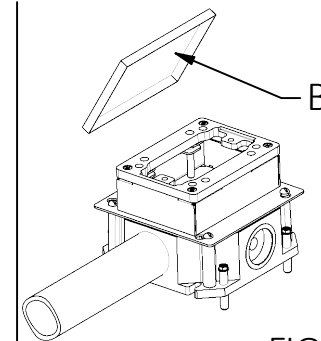

FIG. 2
- Grease inside of concrete cover B and install on floor box. (FIG 2).
5. Graisser l'intérieur du couvercle à béton B et le placer sur la boîte de plancher. (FIG. 2)
5. Engrase el interior de la cubierta de concreto B e instálela en la caja de piso. (FIG 2).